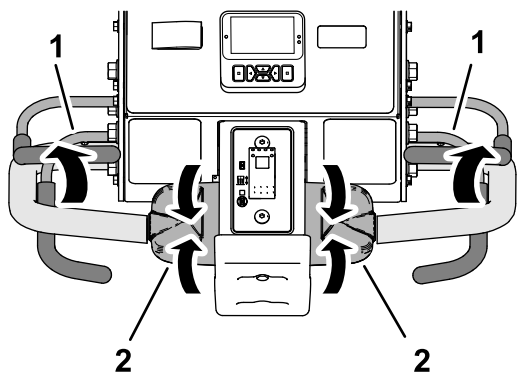

Figura 91
1. Eliberai comanda traciunii și lăsați-o să se mite în poziția NEUTRĂ, apoi eliberai maneta pentru prezența operatorului (Figura 91).